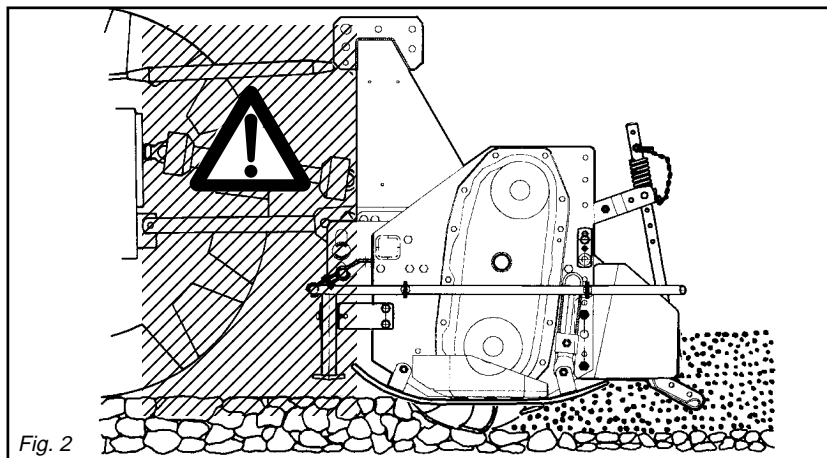

Fig. 2
- 24) Es ist absolut verboten, bei laufendem Motor und eingeschalteter Gelenkwelle zwischen den Schlepper und das Gerät zu treten (Abb. 2). Dazu muß die Feststellbremse gezogen werden und unter die Räder ein Bremskeil oder ein großer Stein gelegt worden sein.
- 24) *Il est absolument interdit de se mettre entre le tracteur et l'appareil (Fig. 2) quand le moteur est en marche et le cardan enclenché, sans avoir tiré le frein de stationnement et bloqué les roues avec une cale ou un caillou.*
- 24) Está terminantemente prohibido colocarse entre el tractor y el equipo (Fig. 2) con motor encendido y cardán inserido, o sin haber accionado el freno de estacionamiento y de colocar, debajo de las ruedas, una piedra u otro elemento de bloqueo.
- 28) È assolutamente vietato interporre fra il trattore e l'attacco della zappatrice per manovrare il comando dall'esterno per il sollevamento (Fig. 2).
- 28) *It is absolutely forbidden to stand between the tractor and the implement when manoeuvring the lift control from the outside (Fig. 2).*
- 28) *Es ist absolut verboten, zwischen den Schlepper und den Anschluß zu treten, um die Aushebung von außen zu betätigen (Abb. 2).*
- 28) *Il est absolument interdit de se mettre entre le tracteur et l'attelage pour manoeuvrer la commande de relevage de l'extérieur (Fig. 2).*